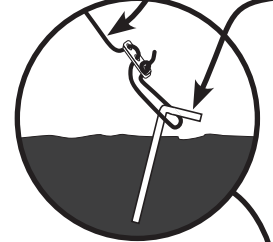

Fig. 10
- Attach and stake out guylines. (Fig. 10)
- Remove guylines and stakes. (Fig. 10 and 9)
- Attachez et ancrez les haubans. (Fig. 10)
- Enlevez les haubans et les piquets. (Fig. 10 et 9)